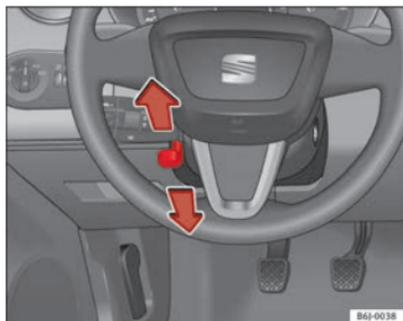

Fig. 104 Ajuste de altura del volante
- Tire hacia abajo de la palanca ⇒ fig. 104 situada debajo de la columna de dirección ⇒ ⚠.
- Ajuste el volante hasta alcanzar la posición deseada ⇒ fig. 104.
- Ajuste el asiento del conductor o el volante de modo que quede una distancia mínima de 25 cm entre el volante y el tórax ⇒ fig. 104. ¡Si no respeta la distancia mínima, el airbag no le protegerá adecuadamente y corre peligro de muerte!